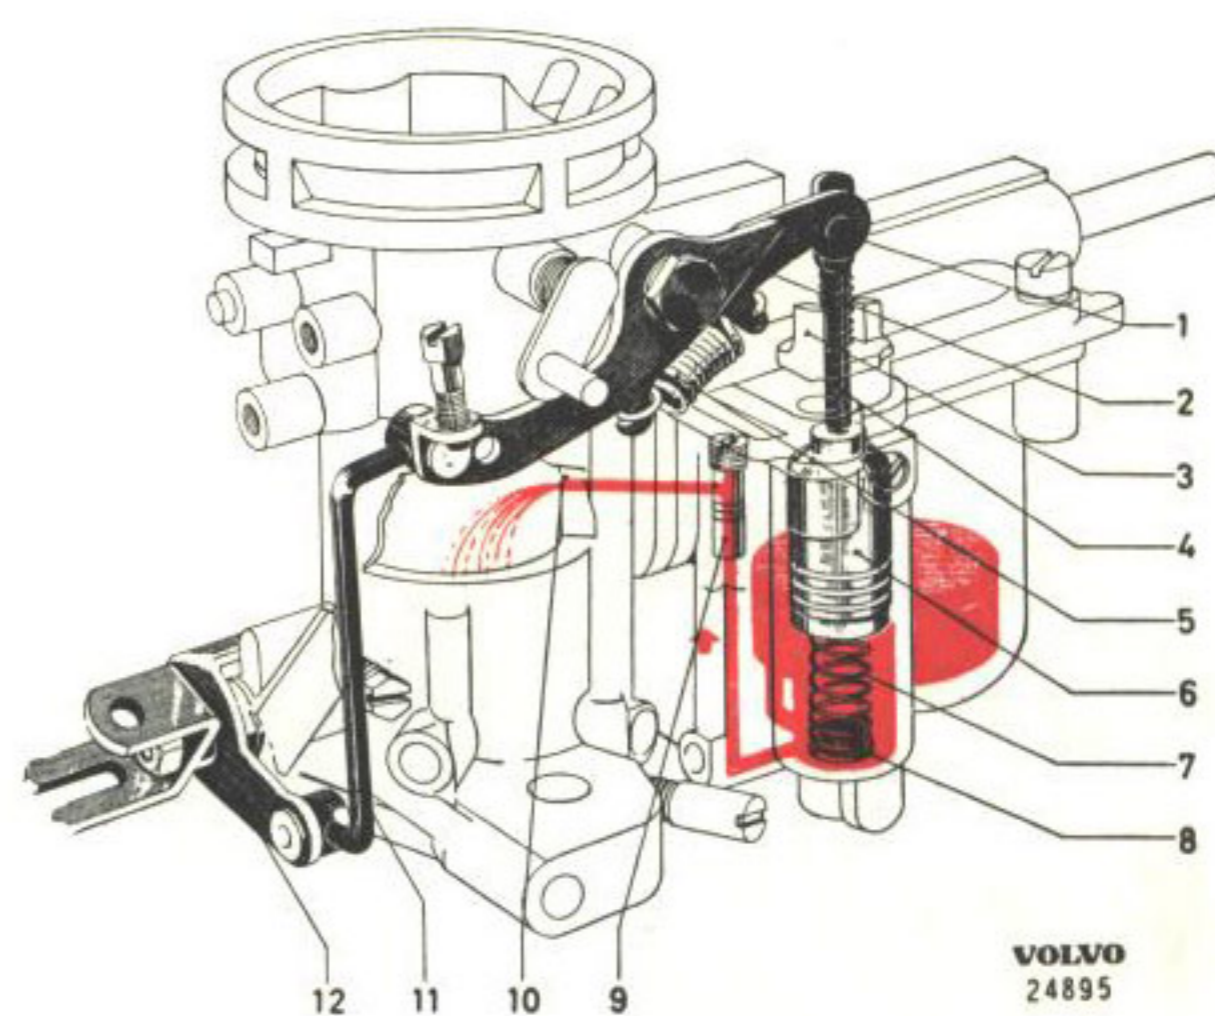

Bild 13. Accelerationspump.
Pumpkolven (6, bild 13), placerad i en cylinder som utformats vid sidan av flottörhuset, påverkas vid nedpressning av en med fjädrande led försedd hävarm. Pumpkolvens slaglängd kan på grund härav lätt varieras genom vridning av en kamförsedd bricka (3), varvid främre delen av hävarmen stannar mot ett anslag, högre eller lägre beroende på brickans läge. Den sista delen av bakre hävarmsdelens rörelse upptas av fjädern (5) vid leden.